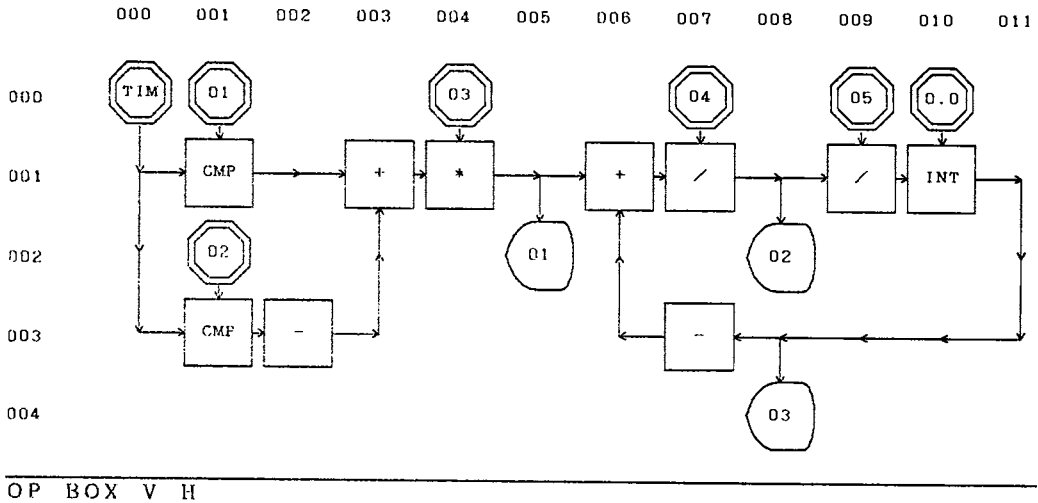

図6 問1の回路に対するブロック図
図3のスクリーンに対して、このブロック図を作成していく。実際に作成したブロック図を図6に、入力したブロック要素名を図7に示す。図3の画面では、座標の最大が6. 10であり、1. 11 LDなどの入力は画面をこえてしまう。画面をこえた座標の入力を行った場合は、自動的に入力した座標を中心として画面が移動するのでかまわない。入力がすべて終わった時点でPL ALLと入力す
ると図6の画面が得られる。
ブロック図が完成したなら、何も入力せず RETURN キーを押す。エラーがなければ、ブロック図中の定数に対する入力要求 CONSTANT nn などがくる。エラーがあればエラーメッセージが OPEN BOX V H の下に表示される。図 6 に対する実行例を図 9 に示す。
- \* 1 図 6 のブロック図の定数 1、問 1 の  $t_1$
- \* 2 図 6 のブロック図の定数 2、問 1 の  $t_2$
- \* 3 図 6 のブロック図の定数 3、問 1 の E
- \* 4 図 6 のブロック図の定数 4、問 1 の R
- \* 5 図 6 のブロック図の定数 5、問 1 の C